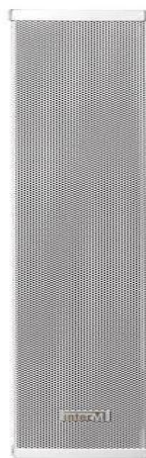

Рисунок 3. Громкоговоритель
3.3 Уличный всепогодный громкоговоритель (рис. 3) является двухполосной акустической колонкой, предназначенной для воспроизведения речевых сообщений и музыкальных программ в трансляционных сетях и системах оповещения.